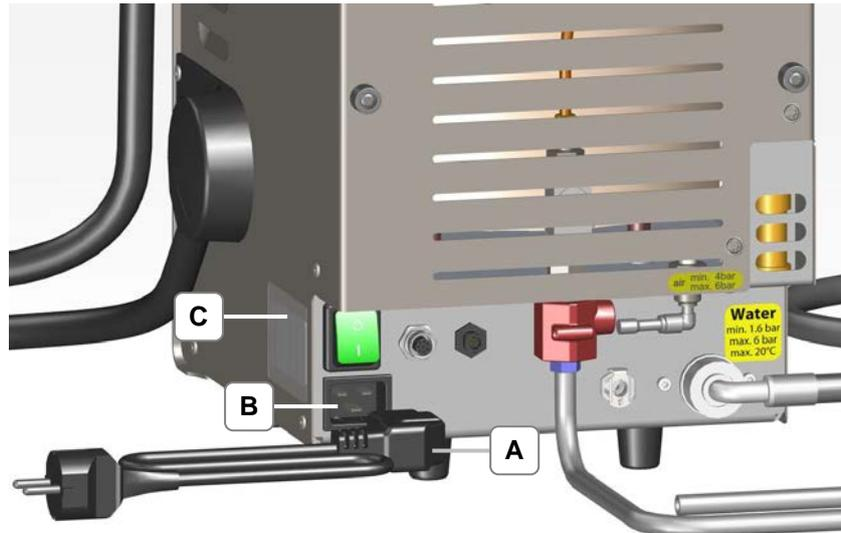

Figure 4.1.1.1: cordon d'alimentation
1. Raccordez le cordon d'alimentation (figure 4.1.1.1-A) à la fiche (figure 4.1.1.1-B).